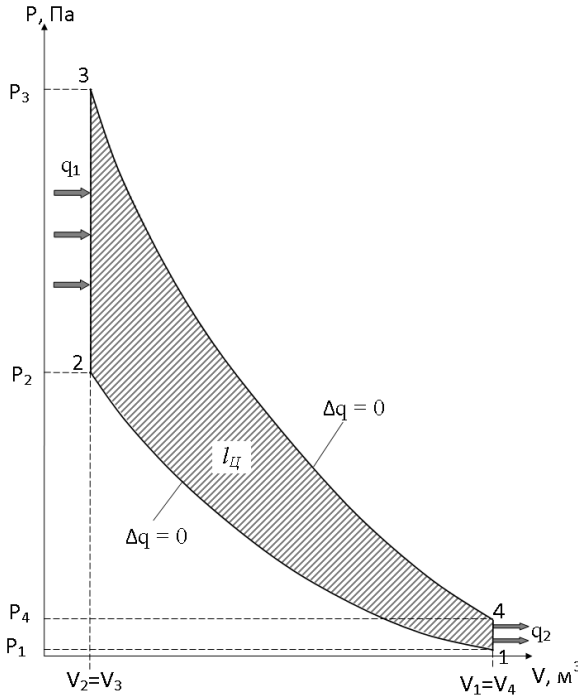

Рис. 1. Цикл Отто в  $p$ - $v$ - координатах:
Рассмотрим работу цикла Отто с помощью диаграммы, изображенной на рис. 1. По кривой 1–2 происходит адиабатное сжатие рабочего тела, при этом температура возрастает до  $T_2$ . Изохора 2–3 соответствует процессу подвода теплоты  $q_1$  от источника теплоты, при этом температура увеличивается до  $T_3$ . Затем следует процесс адиабатного расширения 3–4, температура при этом понизится до  $T_4$ . В изохорном процессе 4–1 от рабочего тела в окружающую среду отводится теплота  $q_2$ , а температура еще уменьшится до  $T_1$ .
*\* Точки 1 и 2, а также кривая 1-2-адиабата сжатия, для всех трех циклов одинаковы (см. рис. 1, 2, 3).*
11. Построить заданный цикл в  $p$ - $v$  диаграмме (см. рис. 1, 2, 3).